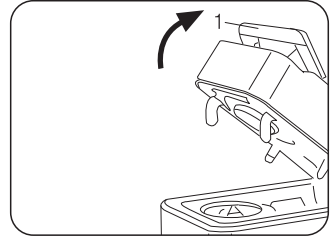
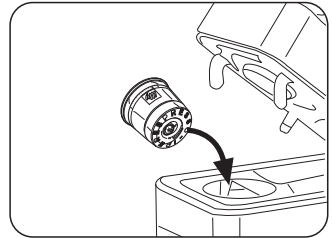

Fig. 7
Fig. 8
- Soulever lentement vers l'arrière (jusqu'à l'arrêt) le levier de commande (1) (Fig. 7) et introduire une capsule dans l'espace prévu (Fig. 8)